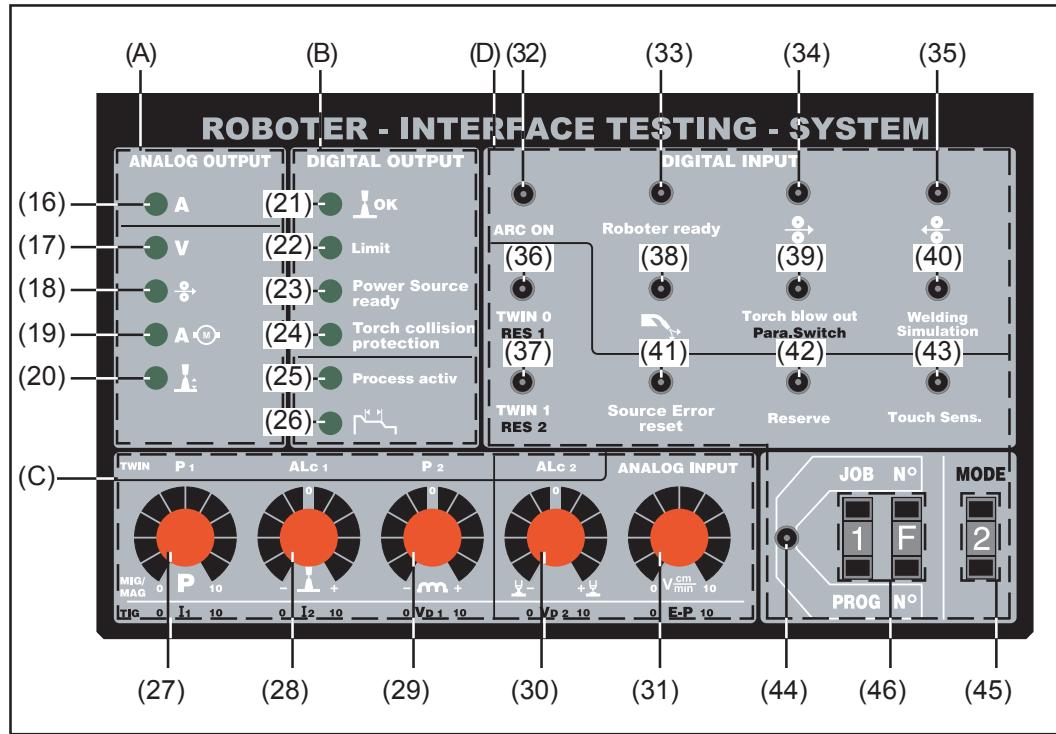

Abb.2 Bedienpanel Roboter-Interface Testing-System
Allgemeines Analoge Ausgangssignale sind in Abb.2 unter der Kategorie (A) „Analog Output“ zusammengefaßt. Die analogen Ausgangssignale verlaufen vom Roboterinterface zum Roboterinterface Testing System.
- Beschreibung** **(16) Anzeige „Schweißstrom“ ...**
Allgemeines	Digitale Ausgangssignale sind in Abb.2 unter der Kategorie (B) „Digital Output“ zusammengefaßt. Die digitalen Ausgangssignale verlaufen vom Roboterinterface zum Roboter-interface Testing System.
Analoge Eingangssignale sind in Abb.2 unter der Kategorie (C) „Analog Input“ zusammengefaßt. Die analogen Eingangssignale verlaufen vom Roboterinterface Testing System zum Roboterinterface.